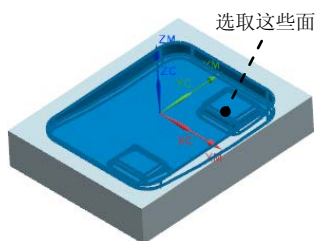

图 15.17 指定切削区域
Step2. 在绘图区中选取图 15.17 所示的切削区域（共 68 个面），单击 **确定** 按钮，系统返回到“轮廓区域非陡峭”对话框。